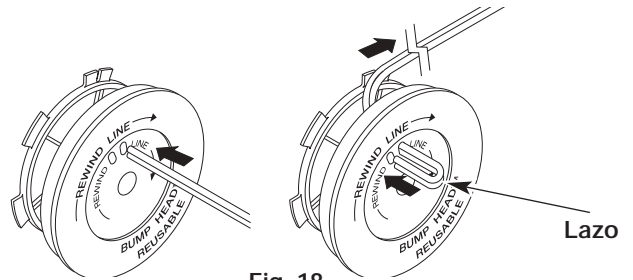

Fig. 18
8. Tome aproximadamente 3,65 m (12 pies) de nueva línea de corte. Inserte un extremo de la línea a través de uno de los orificios del carrete interior (Fig. 18). Pase la línea a través del carrete interior hasta que queden sólo 4 pulgadas fuera.
9. Inserte el extremo de la línea en el orificio abierto del carrete interior y tire de la línea en forma ajustada a fin de que el lazo sea lo más pequeño posible (Fig. 18).